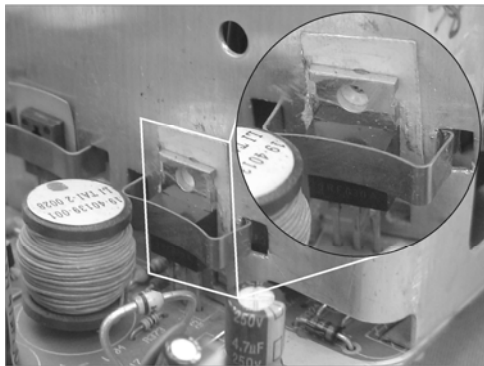

图 5-17 行供电控制开关场效应晶体管 Q317 的实物外形图
③ 行供电电路的检修。检测行供电电路是否有故障，应先检查行供电开关管是否损坏。图 5-17 为行供电控制开关场效应晶体管 Q317 的实物外形图。图 5-18 为场效应晶体管 Q317 的引脚焊点与电路对照图。